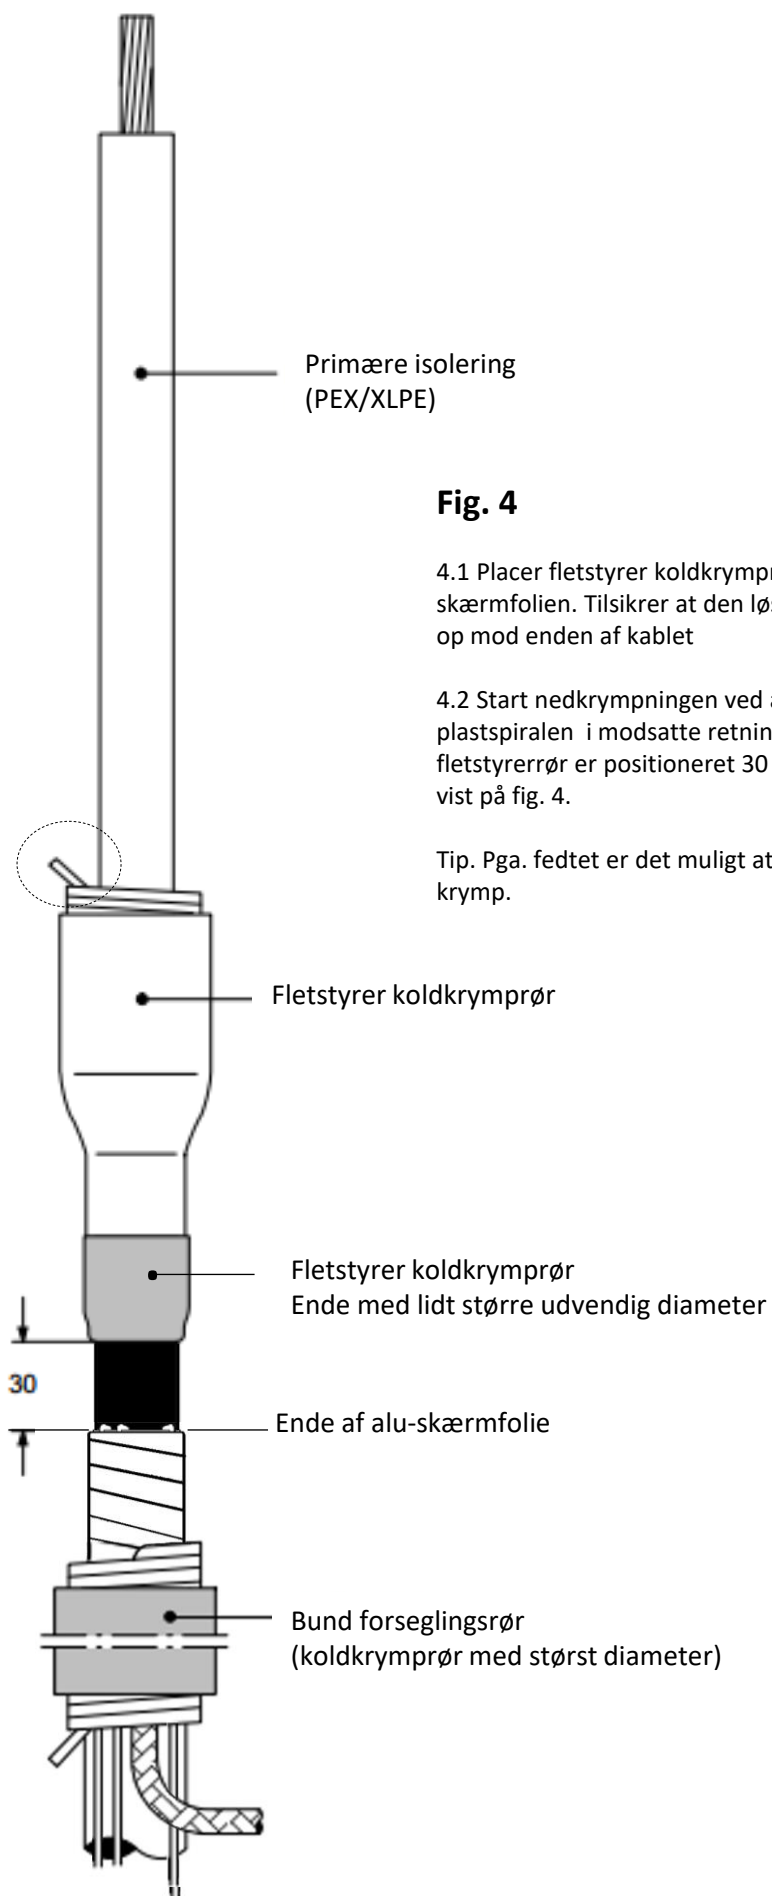

Fig. 4
4.2 Start nedkrympningen ved at trække og samtidigt dreje plastspiralen i modsatte retning af uret. Krydstjek løbende at fletstyrerrør er positioneret 30 mm over alu-skærmfolien som vist på fig. 4.